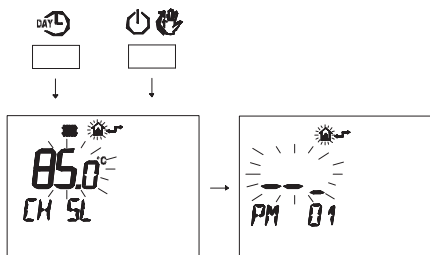

Figura 5.41
- Premere contemporaneamente i pulsanti DAY (☀️) e P (👉) per entrare nella programmazione trasparente (Figura 5.41).